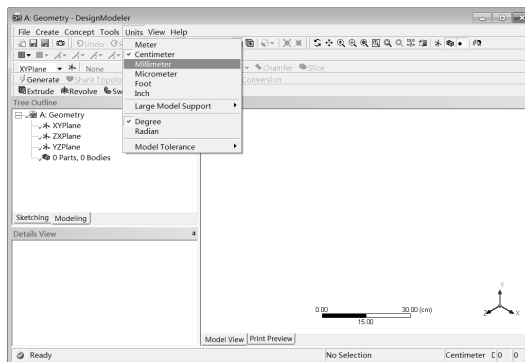

图 2-98 单位设置
Step2: 启动 DesignModeler 平台, 选择 Units Millimeter 命令, 确定选择的单位制为 mm, 如图 2-98 所示。